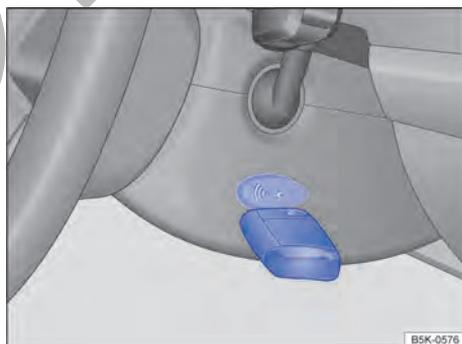

Fig. 93 A la derecha en la columna de dirección: función de arranque de emergencia en vehículos con sistema de bloqueo y de arranque Keyless Access sin llave.
- Mantener la llave del vehículo directamente después de presionar el botón de arranque a la derecha de la columna de dirección → fig. 93.